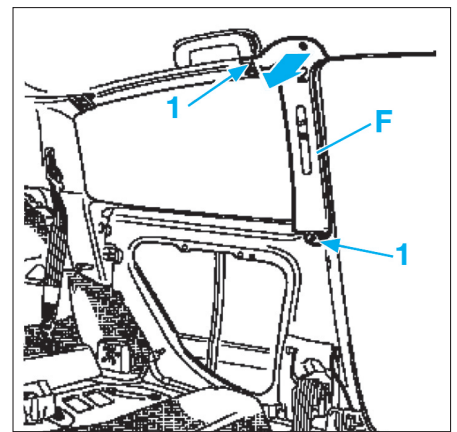

FIG. 6
- Déposer les deux vis de fixation (1) (Fig.6).